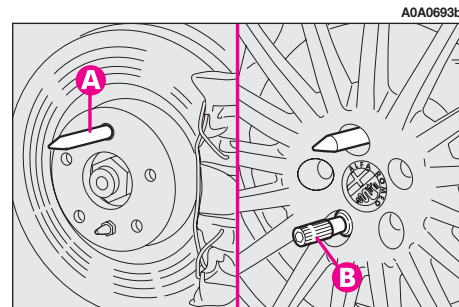

fig. 9
– Avvitare il perno di centraggio (**A-fig. 9**) in uno dei fori dei bulloni di fissaggio presenti sul mozzo ruota.
– Svitare il perno di centraggio (**A-fig. 9**) e avvitare l'ultimo bullone di fissaggio.